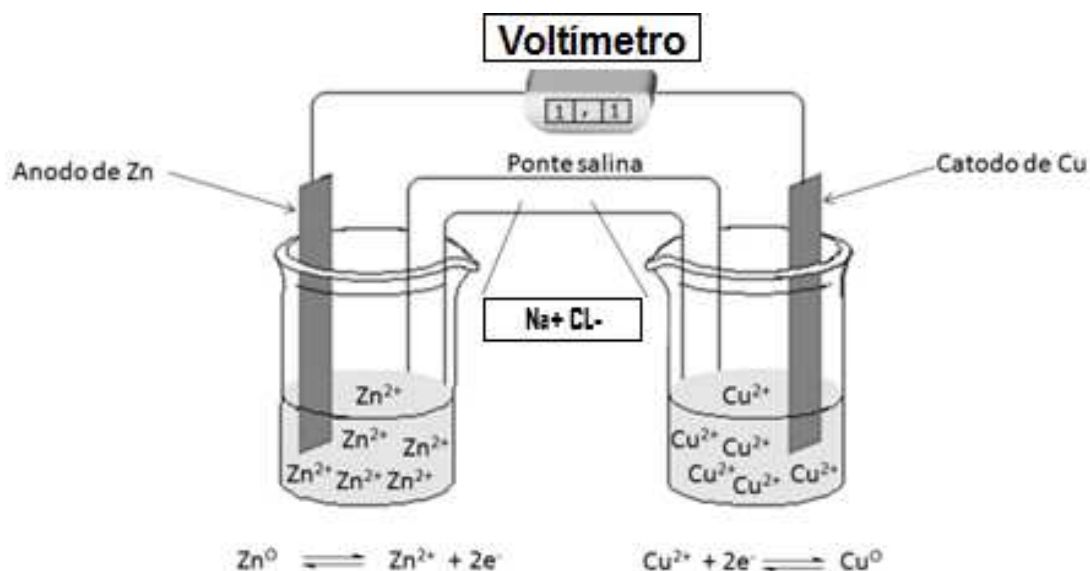

Figura 10.1: Representação da pilha $\text{Zn}^0 | \text{Zn}^{2+} || \text{Cu}^{2+} | \text{Cu}^0$
4. Megulhe o tubo em U nas soluções assim como ilustrado na **Figura 10.1**.